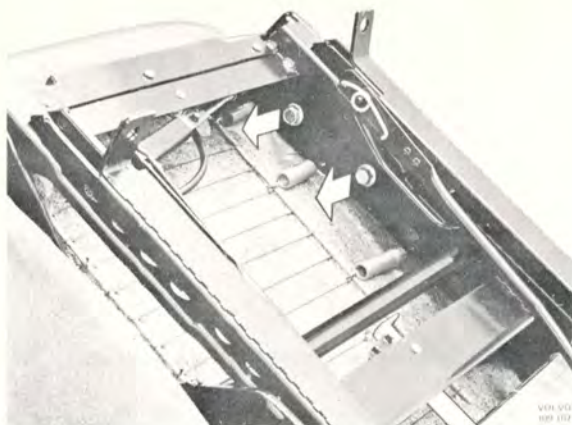

Bild 8-35. Demontering av sittdyna
3. Dra isär kontaktstyckena mellan ryggstödet och sittdynan. Demontera fällbeslagen "fällbeslag – sittdyna", bild 8-35 och ta bort sittdynan.
3. Dra isär kontaktstyckena mellan ryggstödet och sittdynan. Demontera fästsruvarna "fällbeslag – sittdyna", bild 8-35 och ta bort sittdynan.